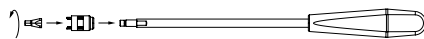

Fig. 8
- Montar os componentes do instrumento introdutor para parafusos de travamento, ver Fig. 8.